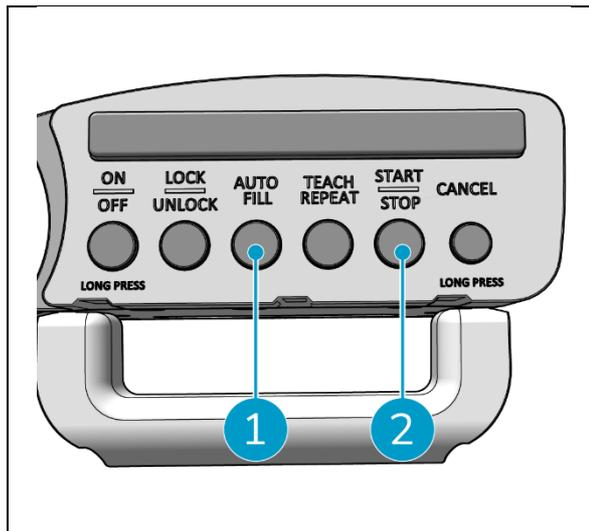

Figura 24
1. Premere il pulsante Riempimento automatico (Figura 24, pos. 1). Il pulsante di riempimento automatico diventa bianco.
2. Guidare l'i-walk lungo il perimetro dell'area che si desidera pulire. Una volta raggiunto il punto di partenza, il pulsante Avvio/Arresto (Figura 24, pos. 2) lampeggia in blu.